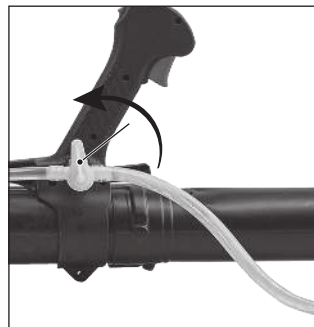

Рис. 15
2. Закройте рычаг подачи раствора (рис. 15).
3. Установите кран подачи жидкого распыляемого вещества (рис. 15) в положение «Закрыто».